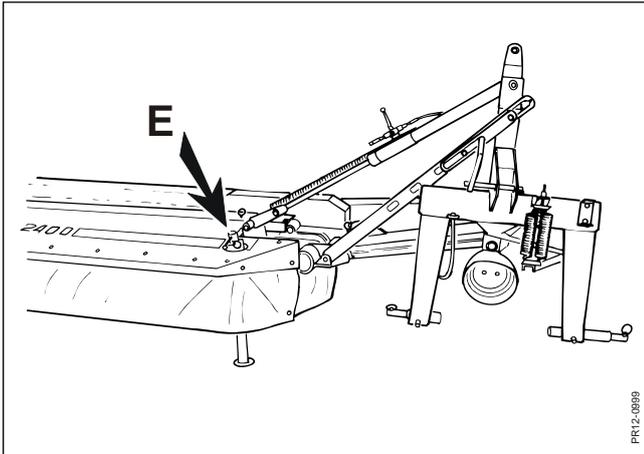

Fig. 2-4
- Fig. 2-4** Die Abstellstütze ist da um zu sichern, daß die Maschine stabil abgestellt werden kann, sowie das An- und Abkuppeln der Maschine zu erleichtern. Wenn die Maschine von der Erde gehoben ist, kann die Abstellstütze erhoben werden. Die Abstellstütze wird mittels der Zapfen (E) verriegelt.